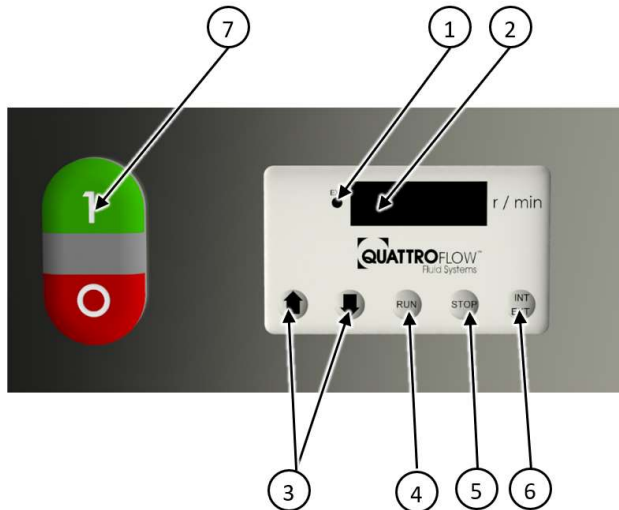

Abbildung 26 Steuergerät HT
- manuelle Bedienung (Drehzahlvorgabe und Start/Stop) der Pumpe über das Steuergerät (Siehe Abbildung 26 Steuergerät HT auf Seite 31)